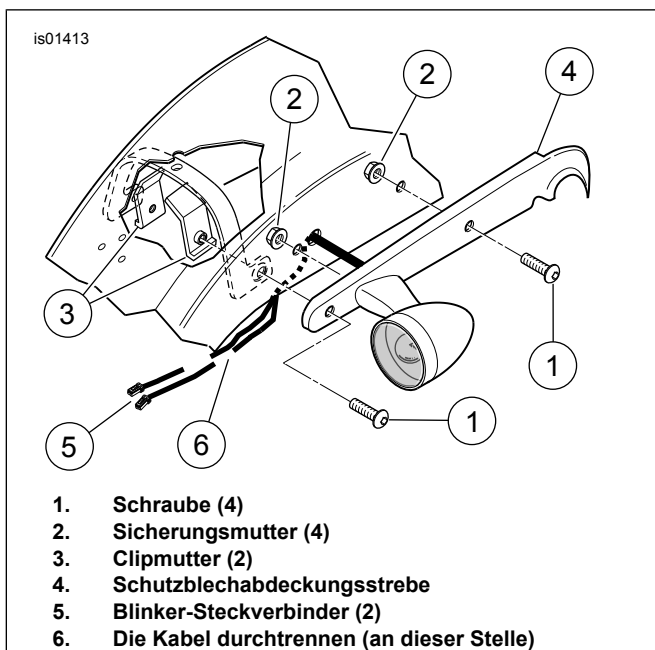

Abbildung 1. Entfernen der Hinterradschutzblechstrebe
3. Siehe Abbildung 1. Zum Zugriff auf den Amp-Multilock-Steckverbinder muss die Schlussleuchtenstreuscheibe abgenommen werden. Die Anschlüsse von beiden Blinkern abziehen und nach unten durch die Öffnung in der Schlussleuchte und im Schutzblech schieben.
5. Siehe Abbildung 1. Die vordere und hintere Rundkopfschraube (1), zwei Sicherungsmuttern (2) und Clipmuttern unter dem Schutzblech (3) von der linken und rechten Hinterradschutzblechstrebe entfernen und entsorgen.